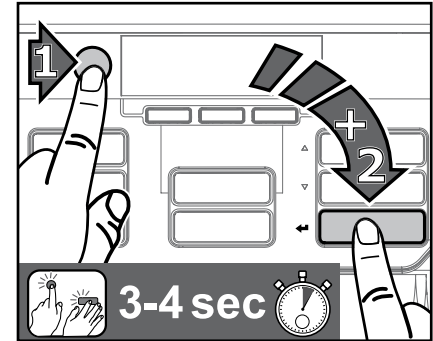

Abb. 24
1. Drücken Sie zuerst den STOPP-Taster, dann die Entertaste ◀ und halten Sie beide 3-4 Sekunden gleichzeitig gedrückt, um in den Reinigungsmodus zu kommen. (Abb. 24)